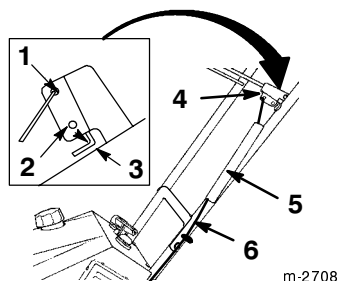

Figure 10
1. Faites passer la câble dans le guide-câble situé du côté gauche de la machine (Fig.10).
4. Placez la protection sur le ressort et le dispositif de réglage du câble, et poussez l'extrémité du ressort dans le trou à l'extrémité de la protection du ressort (Fig. 10).
6. Passez l'extrémité libre du câble de commande dans le trou supérieur de la barre de commande, comme indiqué à la Figure 10.
9. Vérifiez que l'écart entre la barre de commande et le mancheron est compris entre 1,6 et 3,2 mm (voir l'encart de la Fig. 10). Pour modifier l'écartement, reportez-vous à la section *Réglage de la barre de commande* page 17.